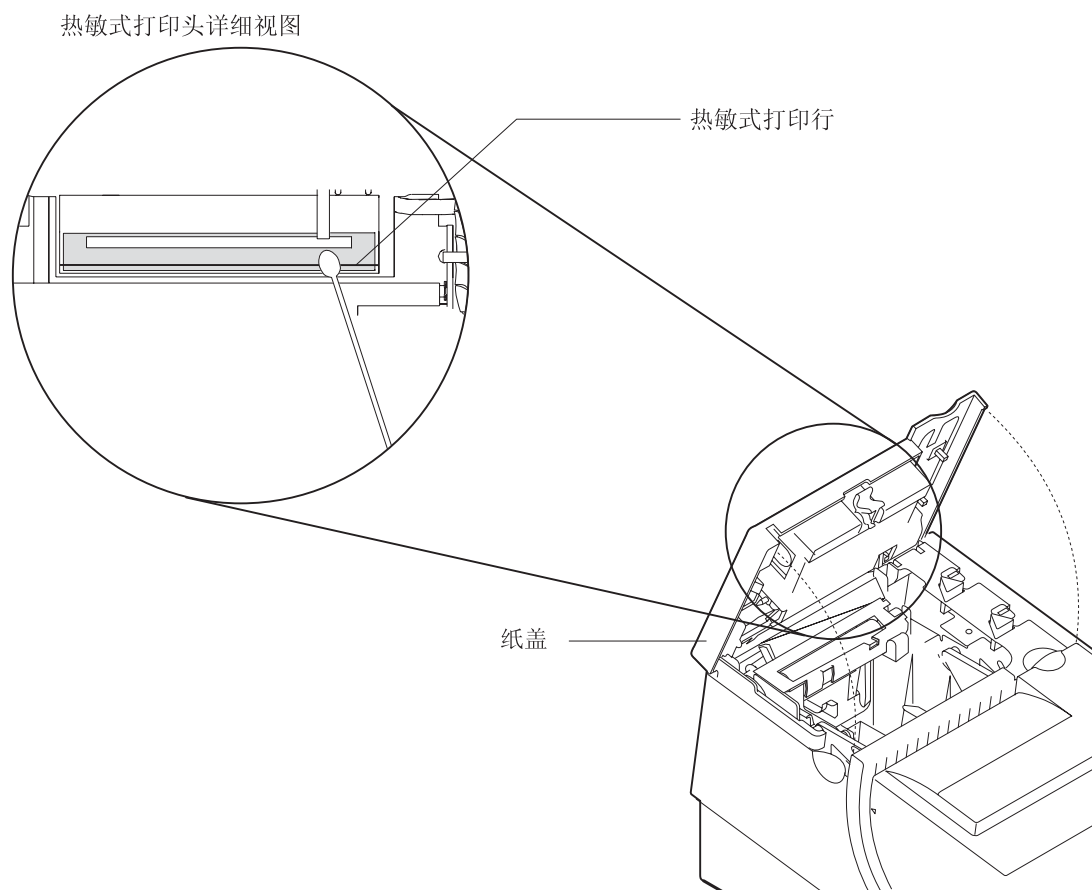

图 25. 打印头与打印行区域（型号 TI5 和 TG5）
2. 使用浸泡过异丙醇的棉签，在打印头的打印行及其周围区域，轻轻拭擦数次。请参阅图 25。